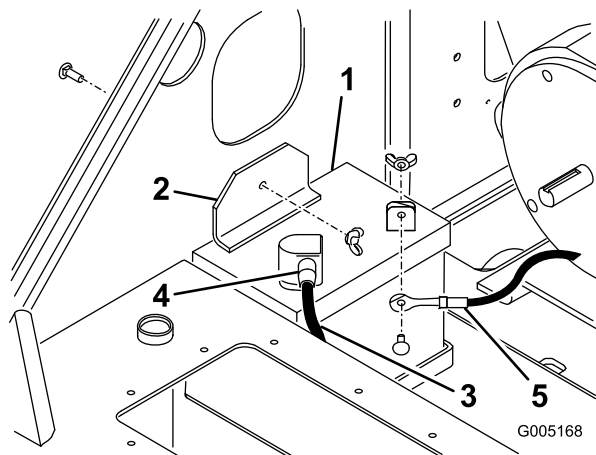

Рисунок 30
3. Удалите барашковую гайку и болт крепления зажима и планки (под зажимом) аккумуляторной батареи и снимите зажим и планку (Рисунок 30).
8. Установите аккумулятор в ходовую часть (Рисунок 30).
9. Закрепите аккумулятор в ходовой части (Рисунок 30).
10. Используя болт и барашковую гайку, входящие в комплект аккумулятора, подсоедините положительный (красный) кабель к положительному (+) штырю аккумулятора (Рисунок 30). Наденьте на штырь аккумулятора резиновую крышку.
11. Используя болт и барашковую гайку, входящие в комплект аккумулятора, подсоедините отрицательный (черный) кабель к отрицательному (-) штырю аккумулятора (Рисунок 30).